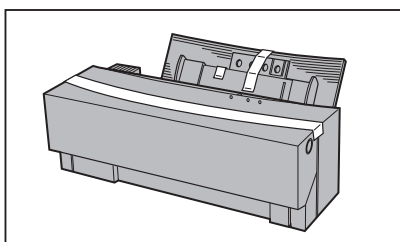

ABBILDUNG 1
1. Zunächst entfernen Sie das Klebeband auf der Außenseite des Druckers (Abb. 1).